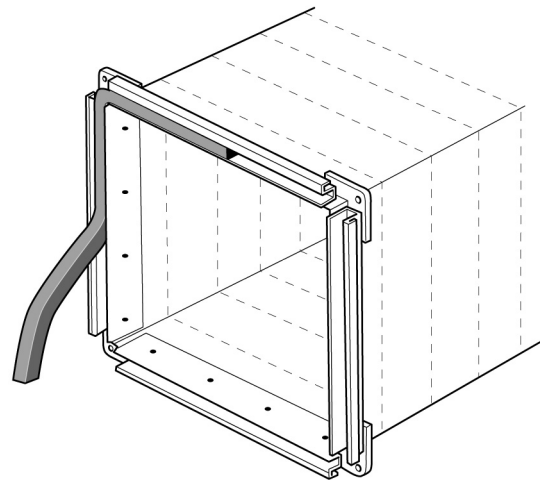

Fig. 8. Se till att packning har god anliggning mot kanalhörnen.
7. Montera packningen BFPG-46 (ljusgrå) alternativt BFPG-47 (mörkgrå). Var noga med packningens anliggning mot kanalhörnet. Tillse att packningen ej töjs, fig. 8.